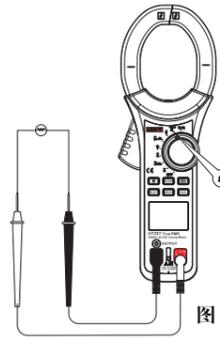

图 5
(3) 电阻 (Ω) (见图5)
3.电阻测量 (Ω) (见图5)